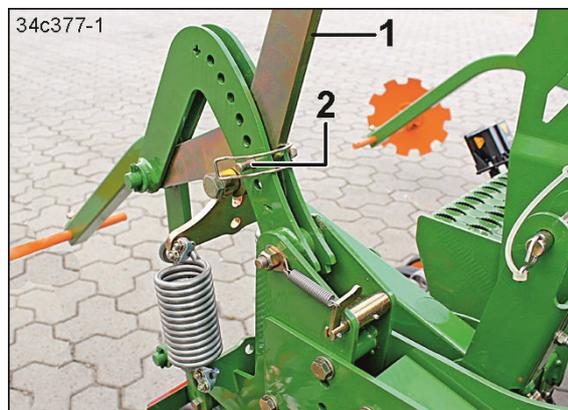

Рис. 201
2. Потяните за рычаг (Рис. 201/1) и извлеките шплинт с круглой пружинной защелкой (Рис. 201/2).